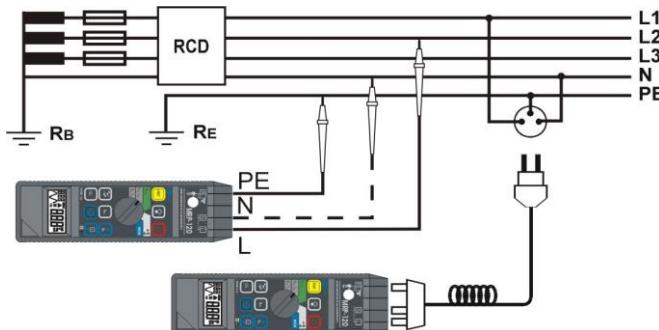

Рис. 6. Измерение оборудования, оснащенного УЗО, при помощи заостренного зонда или зонда в виде штекпельной вилки (нейтральный провод можно не подключать)
- выполнить подключение к электрооборудованию **L** и **PE**, **N** (нейтральный провод можно не подключать) в соответствии с Рис.6
- выполнить подключение **L**, **N** (нейтральный провод можно не подключать) и **PE** от электрооборудования в соответствии с Рис.6